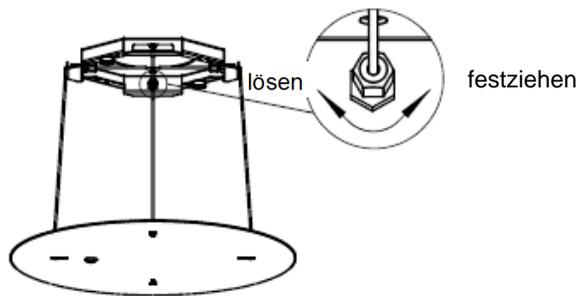

Abb. 15
10. Falls die Haube nicht gerade hängt, passen Sie die vier Muttern leicht an, wie in Abb. 15 gezeigt.